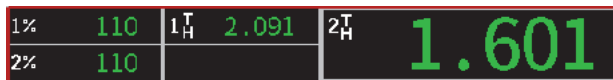

Figura 4-7 Barra de leitura de medição selecionada
1. Na tela de A-scan em tempo real, pressione Tab (→) para marcar a barra de leitura de medição, em contorno vermelho (veja Figura 4-7 na página 50).